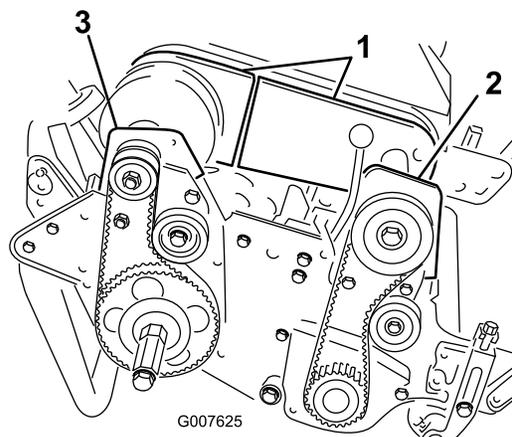

Figura 45
all'alloggiamento del differenziale stesso e fate scorrere le sezioni della copertura in modo da scoprire la cinghia (Figura 45).
6. Togliete i 2 bulloni e i dadi di bloccaggio che fissano la sede frizione anteriore alla piastra laterale (Figura 45).
8. Togliete i 2 bulloni e i dadi di bloccaggio che fissano la sede cuscinetto posteriore alla piastra laterale (Figura 45).